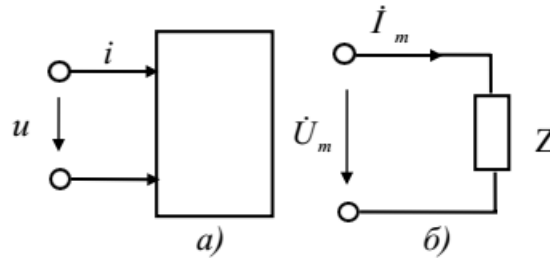

Рисунок 5 – Представление участка цепи двухполюсником
**Комплексная схема замещения цепи.** Пассивный двухполюсник – это участок цепи без источников энергии, имеющий два внешних зажима. Любому изолированному пассивному двухполюснику (рис. 5, а) (в том числе и любому
В этой схеме участок цепи будет представлен комплексным сопротивлением или проводимостью, а токи и напряжения – комплексными амплитудами (рис. 5, б).